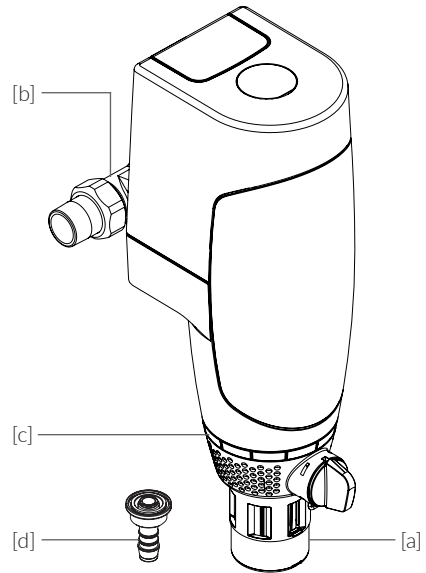

Abb. 5.1
- / Zubehör im Lieferumfang enthalten: Schlauchtülle für Filter [d] (Abb. 5.1)
- / Ausgangsdruckmanometer 0 - 10 bar (Abb. 5.1)